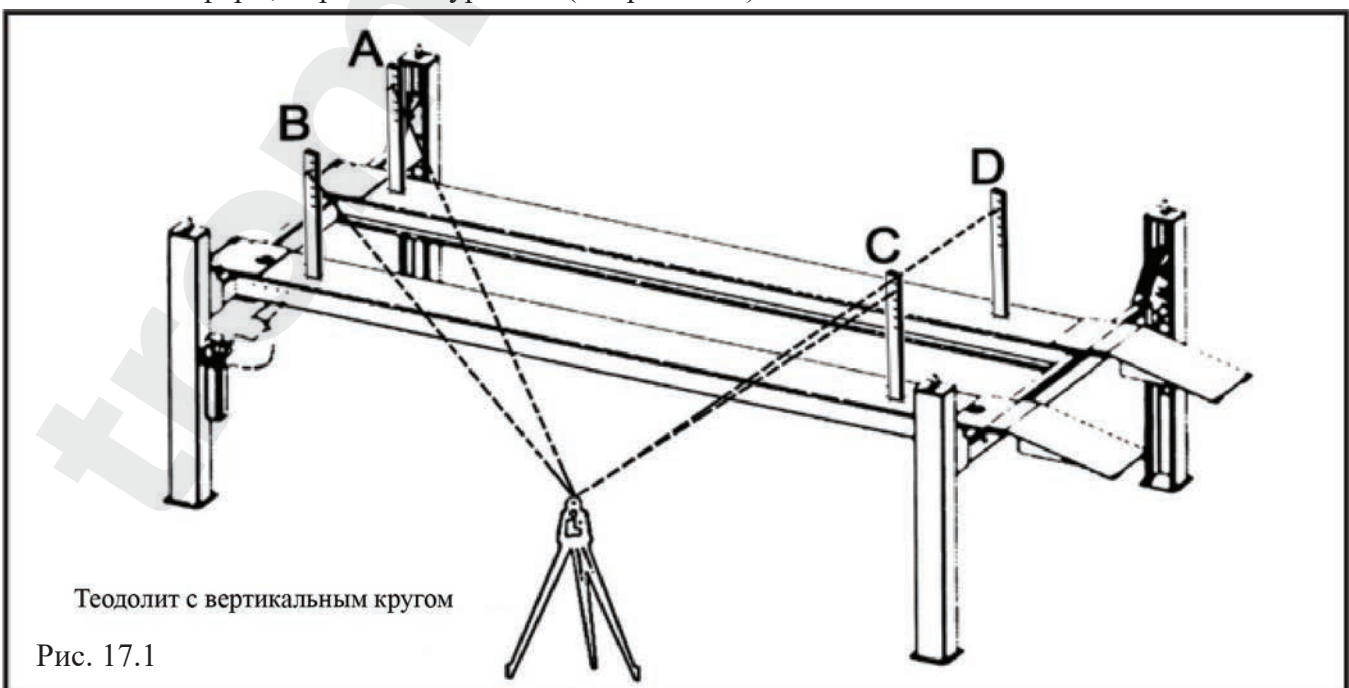

Рис. 17.1
1. Установив теодолит с вертикальным кругом в таком месте мастерской, откуда видны все четыре конца платформ, определите уровень (см. рис. 17.1).
4. Разместите мишень теодолита на правом переднем углу платформы (см. рис. 17.1).
5. Начиная с точки «А», направляйте теодолит на мишень и отмечайте числовое значение или градус на шкале мишени, который совпадает с визирной линией теодолита (см. рис. 17.1). Примечание: Используйте карандаш, разметочный карандаш или прицепите зажим для бумаги на шкале мишени напротив визирной линии.
6. После этого уберите мишень и поместите ее на точку «В» на платформе (см. рис. 17.1).
8. Подкрутите гайку регулировки стопорной пластины сверху стойки «В» так, чтобы визирная линия теодолита совпадала с соответствующей отметкой на шкале мишени (см. рис. 17.1).
9. Повторите вышеуказанную процедуру, помещая мишень на точки «С» и «D» и соответственно регулируя положение стопорных пластин на каждой стойке так, чтобы отметка на шкале мишени совпадала с визирной линией теодолита. По завершении данной операции платформы будут выровнены на всех четырех точках (см. рис. 17.1).